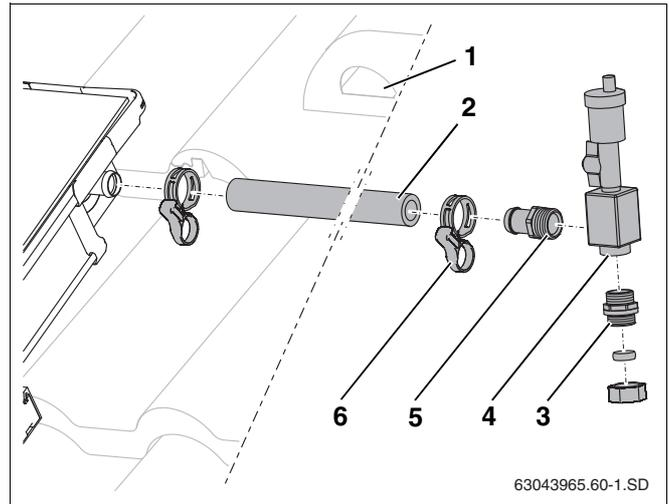

Рис. 54 Подключение шланга солнечного коллектора к штуцеру подающей линии
- ▶ Наденьте длинный шланг (1000 мм, рис. 54, **поз. 2**) на штуцер для подключения подающей линии и зажмите пружинным хомутом.
- ▶ Проведите шланг солнечного коллектора вместе с проводом датчика через черепицу с вентиляционным отверстием (рис. 54, **поз. 1**) и изоляцию кровли.
- ▶ Приверните наконечник R $\frac{3}{4}$  с кольцом (рис. 54, **поз. 5**) и двойной ниппель с кольцом (рис. 54, **поз. 3**) к воздухохоборнику (рис. 54, **поз. 4**).
- ▶ Вставить наконечник шланга до упора в шланг солнечного коллектора и закрепить пружинным хомутом (рис. 54, **поз. 6**).
- ▶ Подключите сборную линию к резьбовому соединению с зажимным кольцом (рис. 54, **поз. 3**).